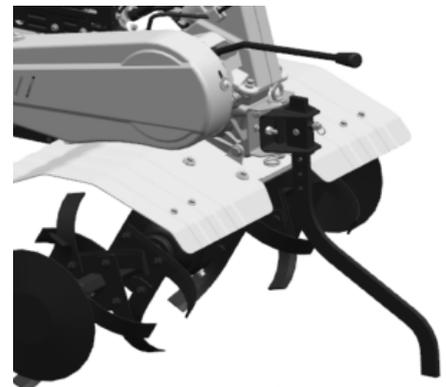

Abbildung 6
- Durch die Höheneinstellung des Dämpfungshebels, kann die Hacktiefe eingestellt werden. Insbesondere wird die Einstellung des Hebels nach unten die Hacktiefe erhöhen, während die Einstellung nach oben die Hacktiefe vermindern wird. (Siehe Abb. 6).